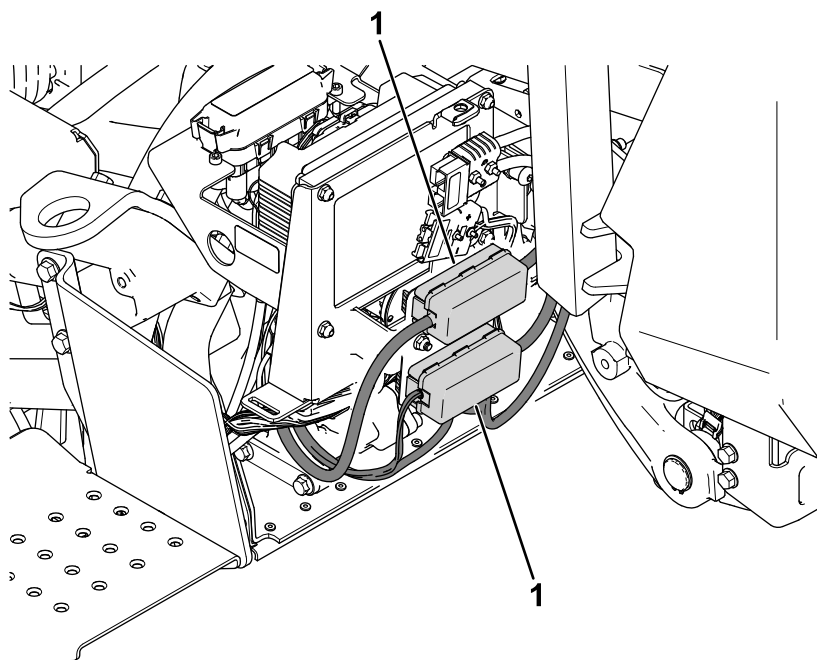

Figura 35
2. Rimuovete e conservate i gruppi fusibili (fusibili e cavi) dalla staffa dei fusibili (Figura 35).
4. Montate i gruppi fusibili sulla nuova staffa dei fusibili (Figura 35).